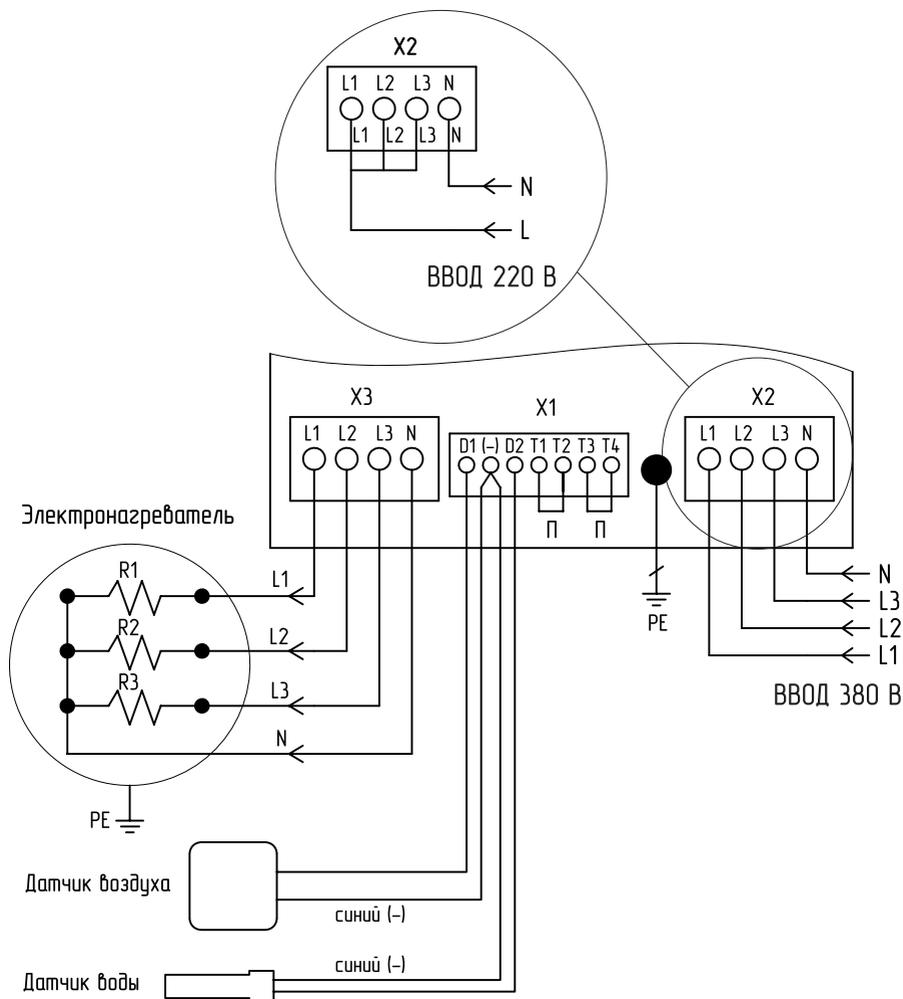

Рис.7 Схема подключения пульта управления
9. Подключите пульт к питающей сети кабелем соответствующего сечения, исходя из номинальной мощности котла или ТЭНБ, согласно схеме подключений (**Рис.7**) настоящего паспорта и инструкции по эксплуатации. Для обеспечения надежного контакта, места присоединения проводов необходимо тщательно затягивать. Ввод кабелей и проводов осуществляется с учетом сохранения степени защиты пульта.
10. При подключении пульта управления к однофазной сети переменного тока соедините вместе клеммы L1, L2, L3 клеммной колодки подключения силовых проводов и подключите их к фазному проводу питающей сети. Нулевой провод питающей сети подключается согласно схеме (**Рис.7**).
- Поместите в него датчик до упора, предварительно смазав термопастой (**Рис.7**);
- Подключите датчики к монтажной колодке X1 в соответствии со схемой (**Рис.7**), обращая особое внимание на полярность датчиков. Провода датчиков синего цвета, помеченные знаком (-) подключаются на клемму колодки X1, помеченную знаком (-) (**Рис.7**). Датчики подключаются медными проводами сечением 0,5-0,75 мм² необходимой длины. При длине провода более 10 метров желательно использовать провода, свитые в пары (не более 50 метров);
12. Подключите пульт к котлу или твердотопливному котлу с установленным ТЭНБ, согласно схеме подключений (**Рис.7**) кабелем соответствующего сечения, исходя из номинальной мощности котла или комплекта ТЭНБ;
13. Выполните заземление (защитное зануление) корпуса пульта, в соответствии со схемой подключений (**Рис.7**).
- Нулевой рабочий провод сети (N) должен подсоединяться к колодке X2 «НЕЙТРАЛЬ» внутри пульта и к общему проводу ТЭН котла или ТЭНБ;
- Подключить внешний термостат к монтажной колодке X1 вместо перемычки (П) **Рис.7**.
Внимание! В случае отсутствия перемычки (П) или срабатывания внешнего термостата, подключенного вместо перемычки к колодке X1 (**Рис.7**) устройство будет отключено.
- Подключить датчик перегрева теплоносителя к монтажной колодке X1 вместо перемычки (П) **Рис.7**.
Внимание! В случае отсутствия перемычки (П) или срабатывания датчика перегрева теплоносителя, подключенного вместо перемычки к колодке X1 (**Рис.7**) устройство будет отключено.